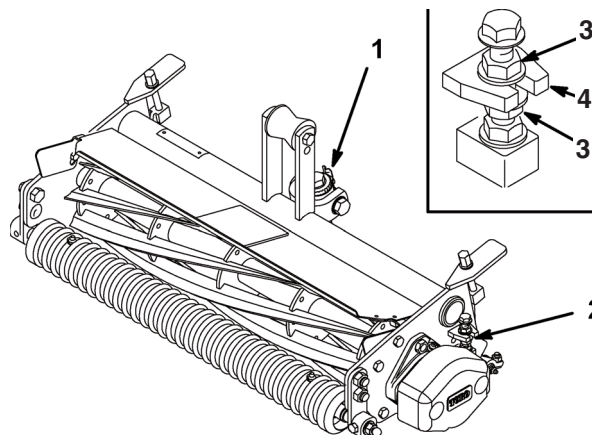

Bild 2
2. Sicherstellen, daß der Kontakt abgenommen wird, in dem das Untermessereinstellrad im Gegenuhrzeigersinn gedreht wird (Bild 2).
5. Drehen Sie die Bundmutter (Bild 2, Ausschnitt) oben und unten an der Rahmennase im oder gegen den Uhrzeigersinn, um die Pritschenhalterung ggf. anzuheben oder abzusenken. Lockern Sie nicht die untere Bundmutter. Ziehen Sie die